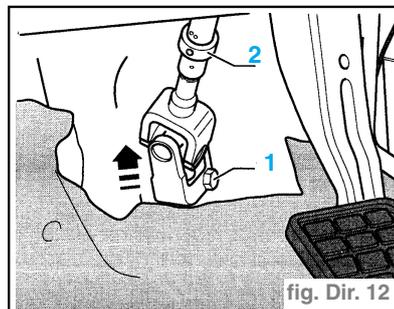
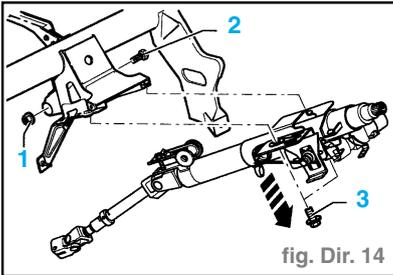
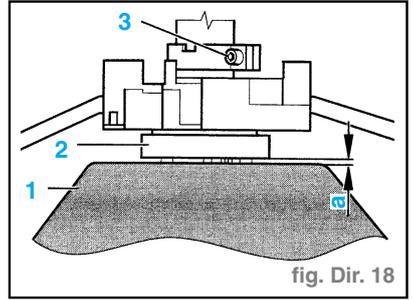

fig. Dir. 12
fig. Dir. 14
fig. Dir. 18
- Déposer la vis hexagonale (1) (fig. Dir. 12).
- Dévisser l'écrou hexagonal autobloquant (1) du tube central et retirer la vis hexagonale (2) (fig. Dir. 14).
- Serrer la vis autocassante (2) jusqu'à ce que la tête se détache.
- Visser l'écrou hexagonal (3) mais ne pas le serrer à fond (fig. Dir. 14).
- Installer une nouvelle vis hexagonale (2).
- Mettre de nouveaux écrous hexagonaux autobloquants (1) et les serrer à 1 daN.m.
- Serrer la vis hexagonale (3) à 2,5 daN.m.
- Faire glisser le joint à croisillon sur le pignon de direction et serrer avec une nouvelle vis hexagonale (1) (fig. Dir. 12).
- Serrer la vis hexagonale intérieure et la bague de blocage (2) à 1,7 daN.m.
- La figure montre le contacteur de l'antivol de direction et le volant vus de dessus (fig. Dir. 18).